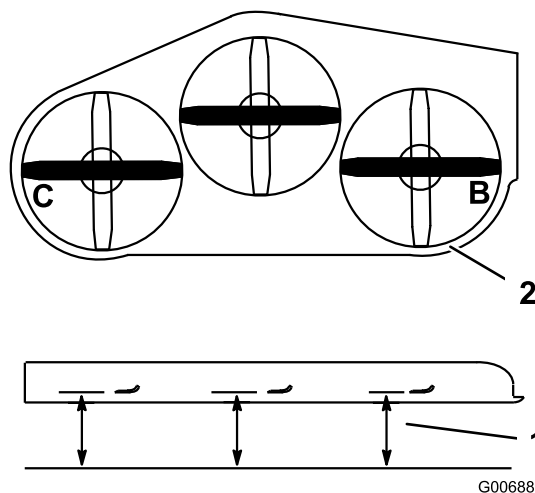

Figura 72
- Prendete le misure in corrispondenza dei punti **B** e **C** da una superficie piana fino al tagliente delle punte della lama (Figura 72).